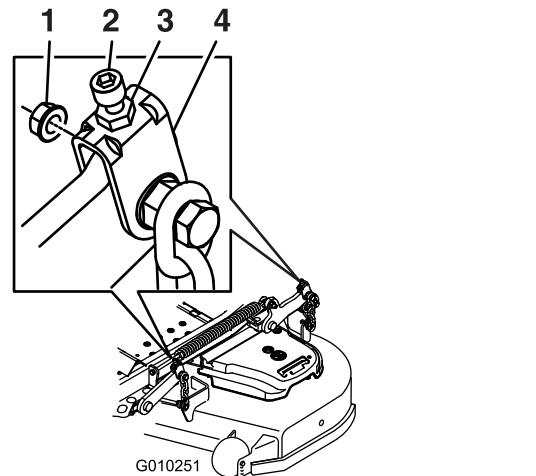

Figura 93
parte superior. Gire el tornillo de ajuste hasta obtener una altura de 7.6 cm (3") (Figura 93).
16. Gire el tornillo de ajuste hasta obtener una altura de 8.3 cm (3-1/4") (Figura 93).